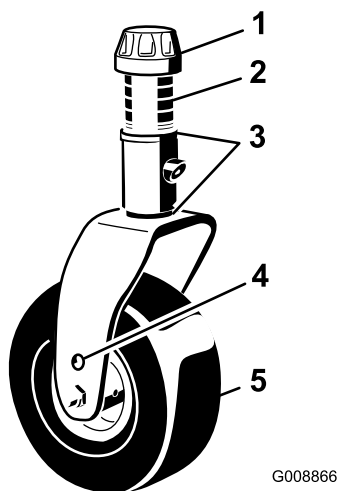

Рисунок 5
2. Поместите оси поворотных колес в одинаковые отверстия в обеих поворотных вилках. Для определения правильных отверстий в зависимости от настройки высоты см. Рисунок 5.
3. Снимите колпачковую гайку с вала шпинделя и извлеките шпиндель из рычага поворотного колеса (Рисунок 5). Поместите на вал шпинделя 2 регулировочные прокладки (1/8 дюйма), установленные первоначально. Эти регулировочные прокладки необходимы для обеспечения одинакового уровня по всей ширине режущих блоков. Наденьте на вал шпинделя нужное число проставок 1/2 дюйма для получения требуемой высоты скашивания, затем наденьте шайбу на вал.